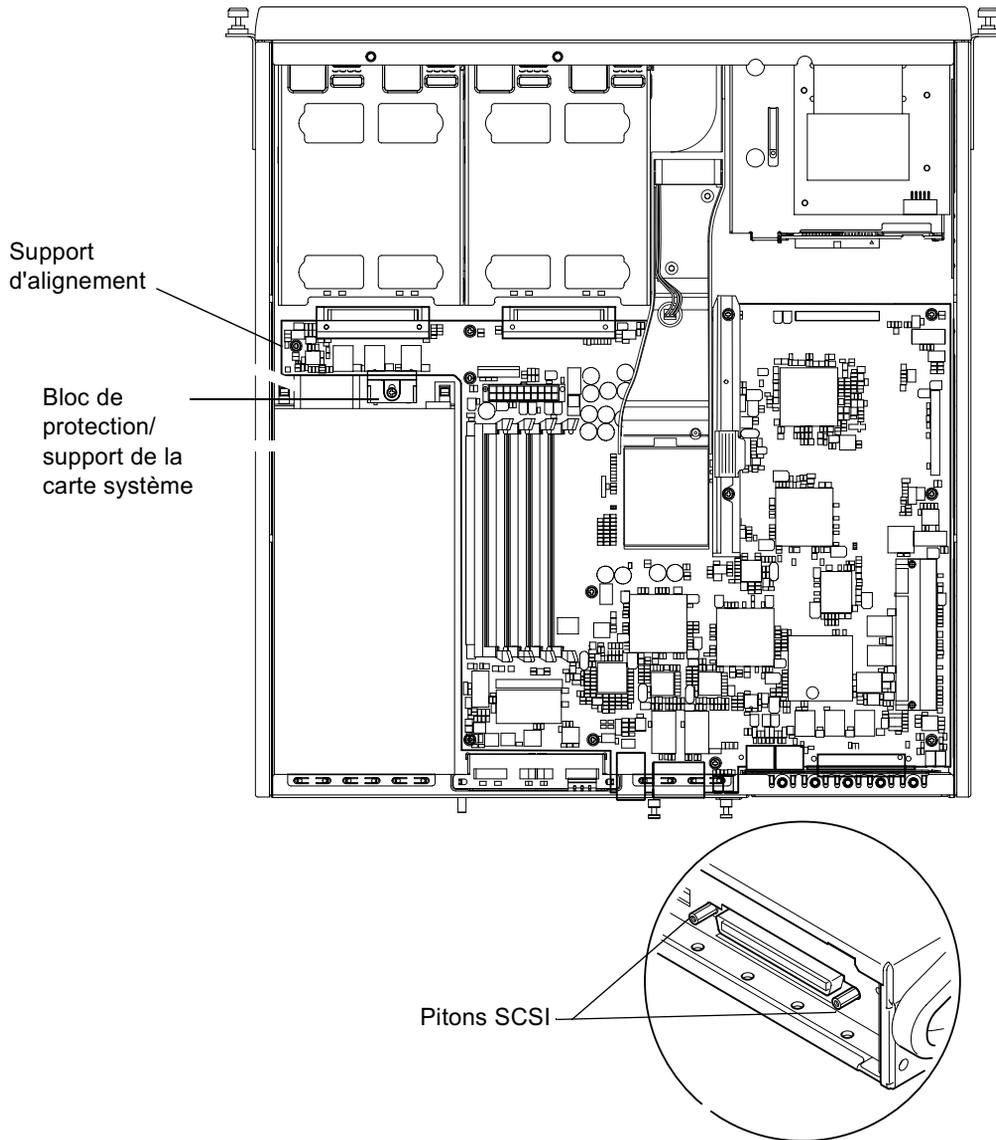

FIGURE 11-7 Carte système
10. Dévissez le bloc de protection/support de la carte système (entre l'unité d'alimentation PSU et la baie du lecteur de CD-ROM n° 1), puis faites-le glisser jusqu'au niveau de l'unité d'alimentation PSU (voir la FIGURE 11-7).
11. Dévissez le support de maintien de la carte PCI, puis retirez-le (voir la FIGURE 11-7).
12. Dévissez toutes les vis de fixation de la carte système (voir la FIGURE 11-7).
13. Dévissez les pitons SCSI du panneau arrière (voir la FIGURE 11-7).
3. **Positionnez maintenant la carte système sur le support d'alignement entre le ventilateur PSU et la baie de lecteur du disque dur n° 1 (voir la FIGURE 11-7).**
4. **Insérez les pitons SCSI (voir la FIGURE 11-7), puis remettez en place les vis sans trop les serrer.**
5. **Insérez toutes les vis de fixation de la carte système sans trop les serrer (voir la FIGURE 11-7). Ne mettez aucune vis dans les trous du support de maintien de la carte PCI.**
12. Faites glisser le bloc de protection/support de la carte système vers l'avant jusqu'à ce qu'il s'enclenche dans la carte système (voir la FIGURE 11-7).